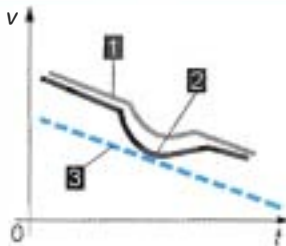

Figure 12.11 • La vitesse de la roue ne passe pas le seuil.
1. La vitesse de la roue concernée **ne descend pas en dessous du seuil** de vitesse ; elle est adaptée aux circonstances de roulage et d'adhérence instantanées. La roue ne se dirige donc pas vers le blocage. L'antiblocage n'est pas actionné (figure 12.11).